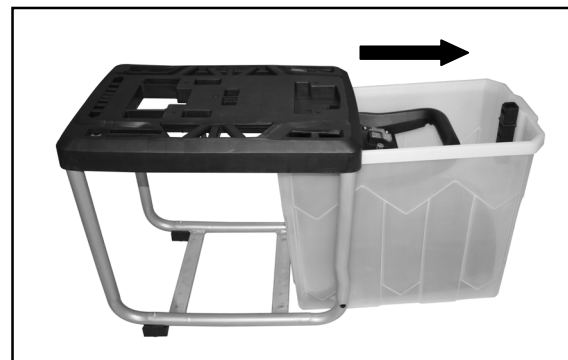

Fig. 4
- Faites glisser le collecteur hors du socle puis retirez le bloc moteur (Fig. 4).